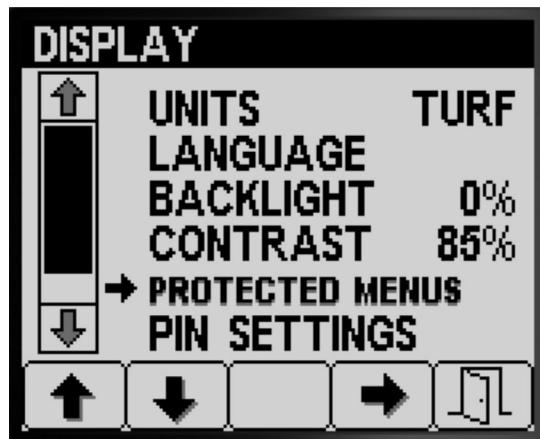

Figura 21
- Pulse el botón 1 o el botón 2 para desplazarse a la opción MENÚS PROTEGIDOS (Figura 21).
- Pulse el botón 4 para seleccionar la opción MENÚS PROTEGIDOS (Figura 21).